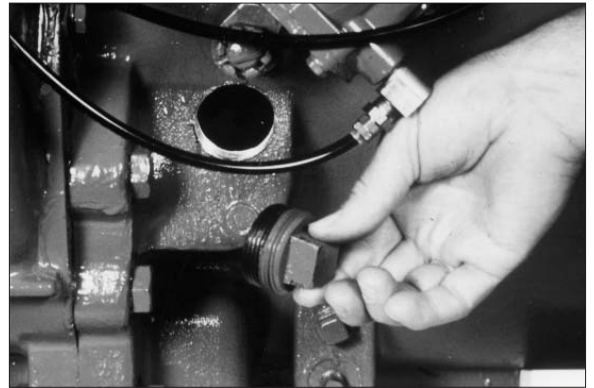

Abb. 22
1. Die Einfüllschraube vom Getriebe entfernen und das empfohlene Getriebeschmiermittel bis zum vom Getriebe- oder Fahrzeughersteller vorgeschriebenen Füllstand einfüllen (**Abb. 22**).